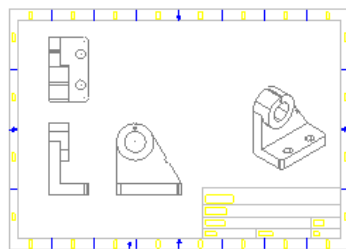

图 7.6.3 载入图框
- ☒ 复选框：用于设置是否使用已定义的图纸模板文件。勾选该选项，用户可单击其后的 按钮，选取合适的模板文件，载入图框如图 7.6.3 所示。